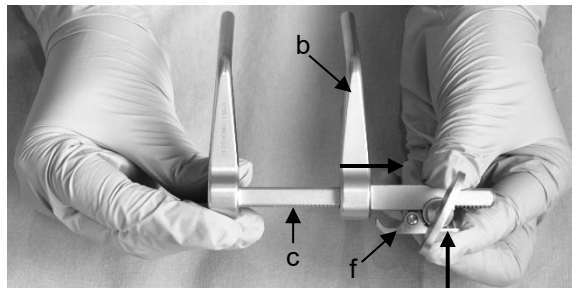

Fig. 18
1. D  placer le bras d'extension mobile (b) sur la cr  maill  re (c) vers l'ext  rieur de mani  re    pouvoir le retirer. D  bloquer simultan  ment le verrou (f) en poussant dans le sens de la cr  maill  re (c) (Fig. 18).